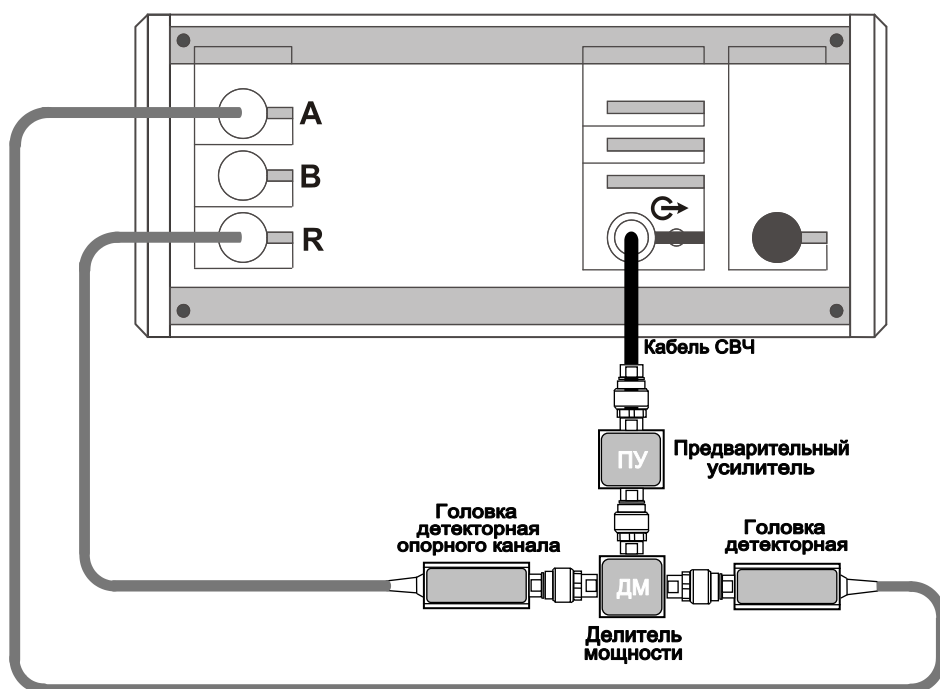

Рисунок 5.28 – Схема калибровки для динамических измерений с опорным каналом
- г) собрать схему калибровки, согласно рис. 5.28;